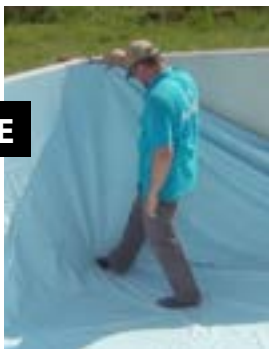

Fig. 17 / Abb. 17 / Afb. 17
**FR** **E** Pour déplacer le liner déjà en place, faites-le glisser dans la baguette. Si cela devient trop difficile, le liner peut se retirer en le relevant vers le haut pour ne pas abîmer le lien. Assurez-vous du bon positionnement du liner tant au fond que sur les parois, ajustez uniformément la tension de celui-ci (du bout du pied, on pousse le liner dans ses angles vers les angles des parois) (figure 17).